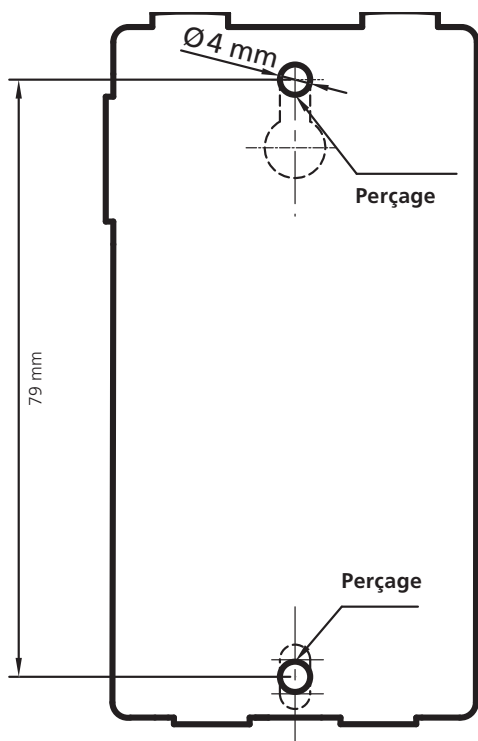

Fig. 2
- Marquez les positions des deux trous de chevilles à l'aide d'un crayon (gabarit de perçage, figure 2).